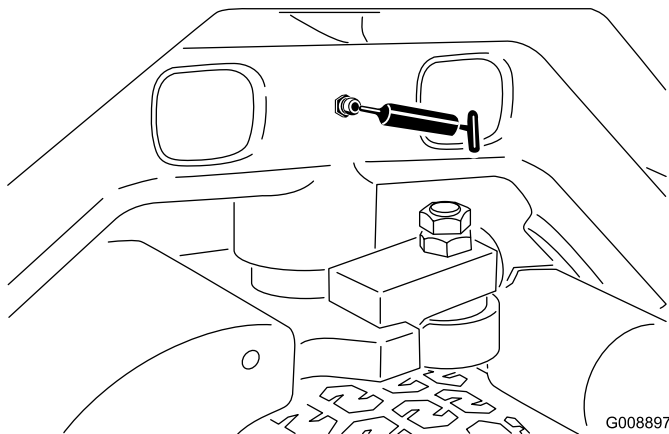

Рисунок 53
- Шарнир поворотного кулака (Рисунок 53).